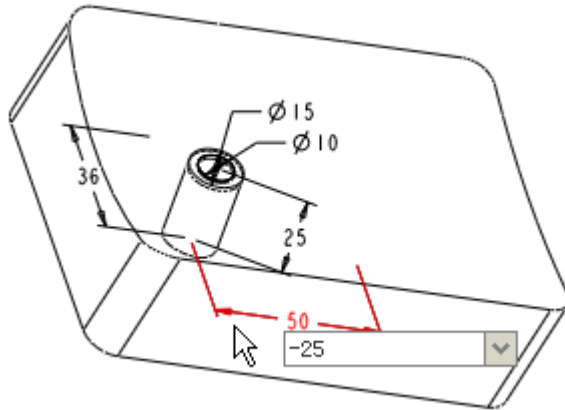

图 52-32
- (2) 选择尺寸“50”作为第 1 方向的阵列尺寸，在弹出的文本框中输入在该方向上的尺寸增量为“-25”，如图 52-32 所示。